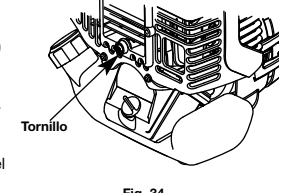

Fig. 34
2. Saque el tornillo que está detrás de la cubierta del motor con un destornillador de pala o Torx #25 (Fig. 34).